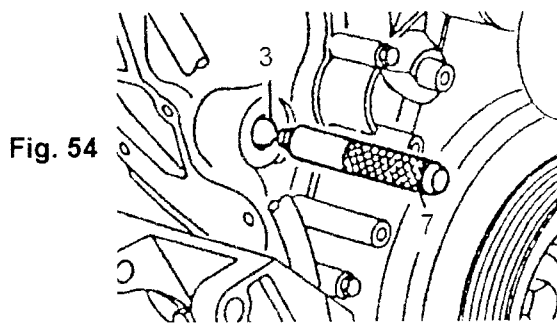

Fig. 54
Limpiar la cavidad para la bola de acero. Untar un poco de grasa en el botador (7) y poner arriba la bola de acero (3) empujándola hacia la cavidad hasta detener el botador (Fig. 54). untar un poco de grasa en el botador y poner arriba la bola de acero, empujándola hacia la cavidad hasta detener el botador. Arrancar el motor y verificar la filtración.